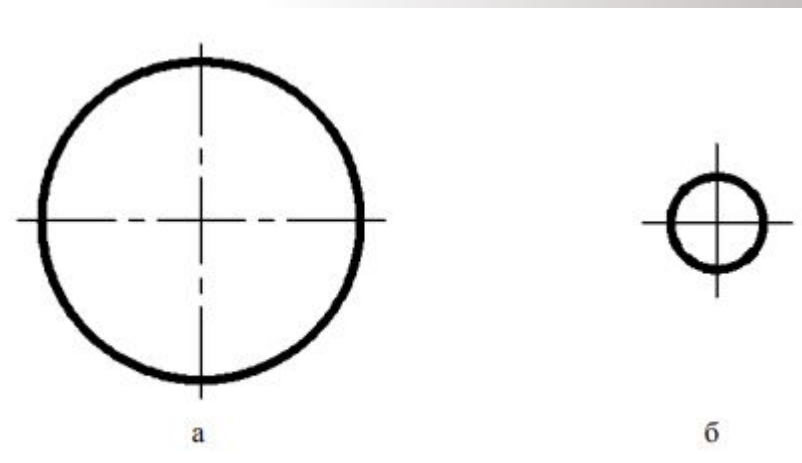

Рис.1
- Центри кіл на кресленку позначають перетином штрихпунктирних ліній (центрові лінії) (рис.1 а). Якщо діаметр кола менше 12мм, штрихпунктирні лінії замінюють на суцільні тонкі (рис.1 б).